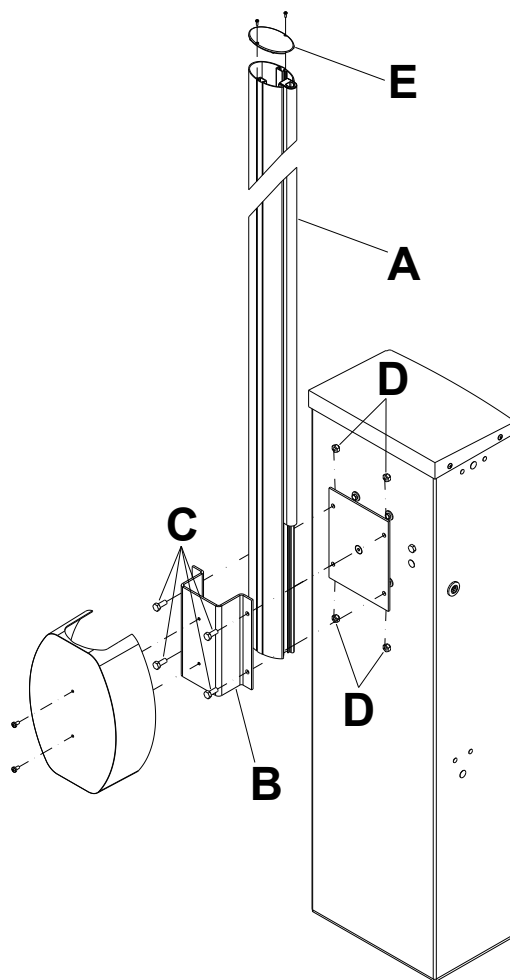

fig. 6
- Abb. 6: die manuelle Entriegelung (A) betätigen; einen Sicherheitsabstand halten. Der Schrankenbaum muss von allein auf 45° gehen, andernfalls die Federspannung (B) mit Hilfe der Stellmutter betätigen (19er Inbusschlüssel). Den Schrankenbaum senken und loslassen. Prüfen, dass er auf 45° steht.